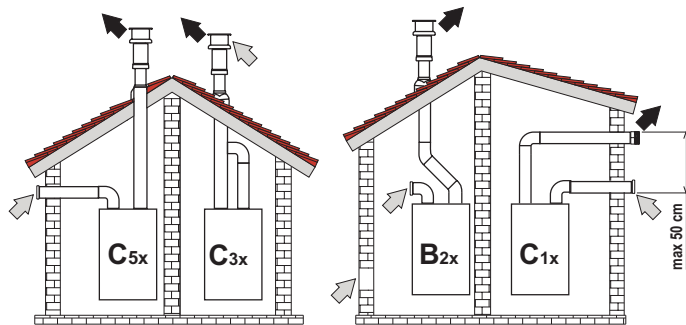

fig. 14 - Esempio di collegamento con tubi separati
- 1 Svitare le viti A (vedi fig. 14).
- 2 Sollevare il mantello (vedi fig. 14).